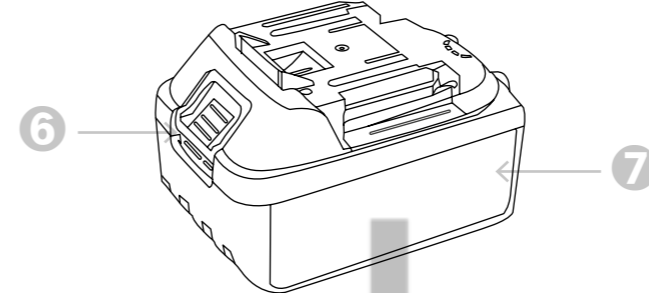

Рисунок 2.1.1. снятие аккумуляторного блока
- 1 Для снятия аккумуляторного блока «7» нажмите кнопку «6» (рисунок 2.1.1.) извлеките блок.